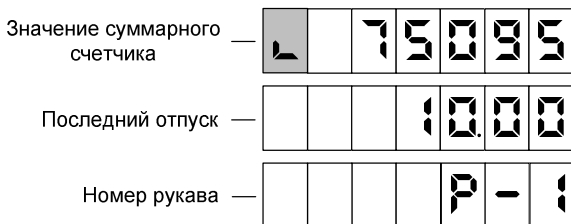

Рисунок 7
8.7 Предусмотрен просмотр на табло значений суммарного счетчика рукава в строке указателя стоимости с мигающим символом "L" в старшем разряде. В строке цены за литр отображается порядковый номер рукава и символы "P -" (рисунок 7). В этом режиме допускается выдача топлива.